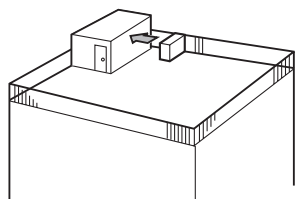

Fig. 2-4
- (1) Posizionare la bocca di uscita dell'aria verso la parete più vicina, mantenendola a circa 50 cm di distanza dalla parete. (Fig. 2-4)